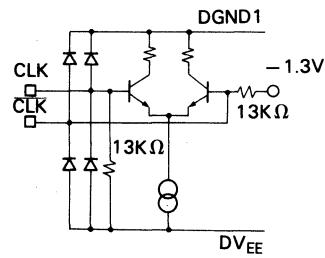

Fig. 2 CLK, CLK̄ input
4. Clock Inputs (CLK, CLK) (See Fig. 2.)